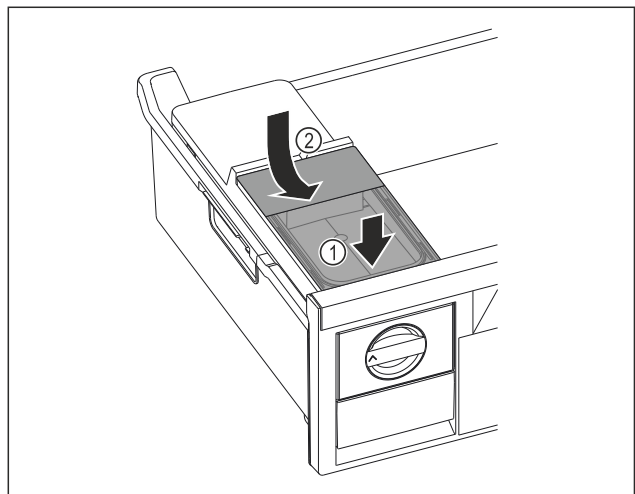

Fig. 72
- ▶ Collegare il serbatoio dell'acqua alla parte anteriore. Fig. 72 (1)
- ▶ Abbassare il serbatoio dell'acqua posteriore. Fig. 72 (2)